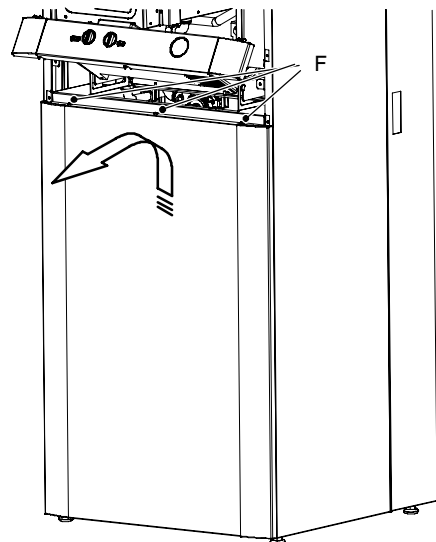

fig. 9.4
- 4 Togliere le viti "F". Rimuovere il pannello frontale spostandolo verso l'alto in modo da liberarlo dai ganci inferiori fig. 9.4